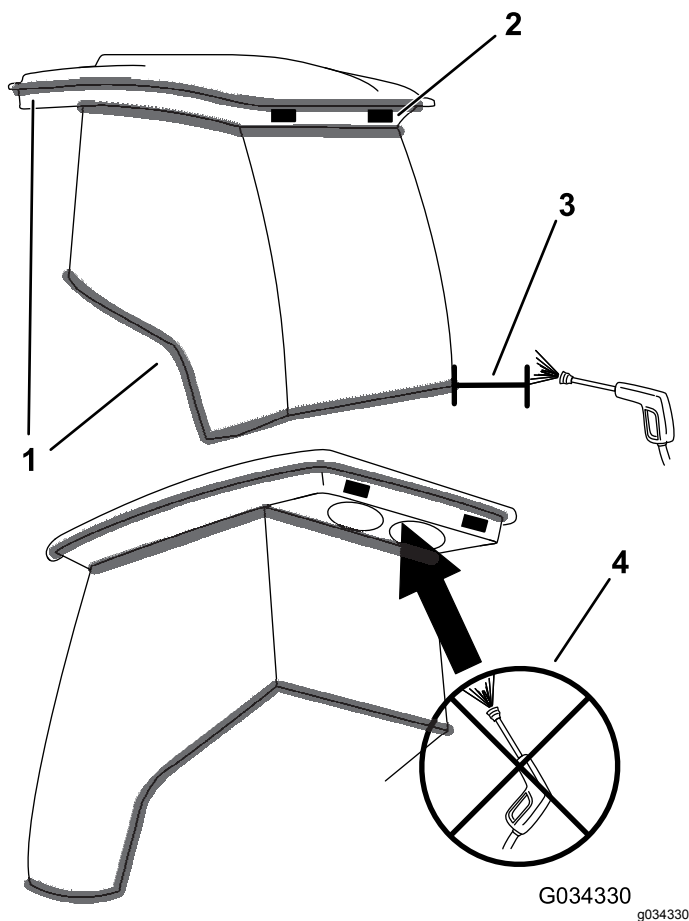

Figure 134
**Important:** Faites attention près des joints de la cabine et des éclairages (Figure 134). Si vous utilisez un nettoyeur haute pression, n'approchez pas le jet à moins de 60 cm de la machine. N'utilisez pas le jet haute pression directement sur les joints et les éclairages de la cabine ni sur l'avancée arrière.